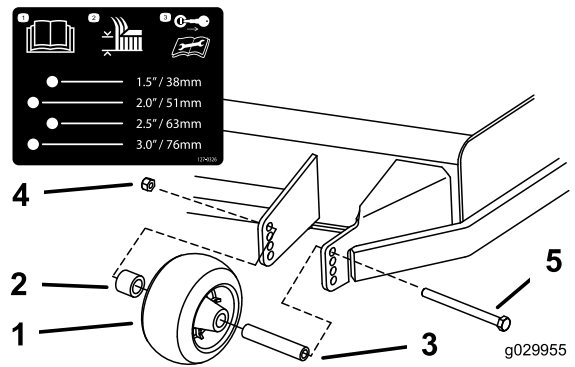
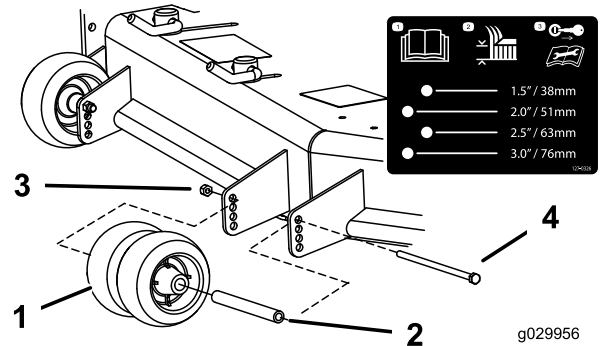
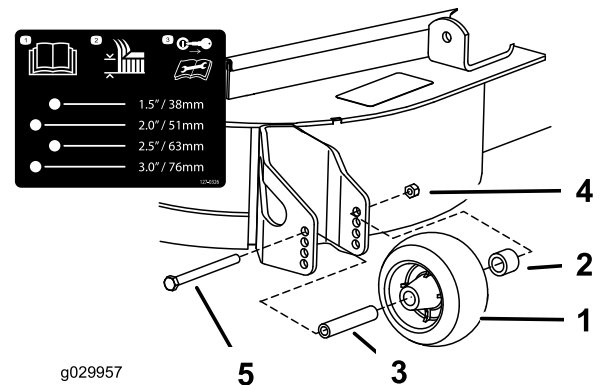

Bild 32
Bild 33
Bild 34
- Stellen Sie die Antiskalpierrollen ein, wie in **Bild 32**, **Bild 33** und **Bild 34** abgebildet.